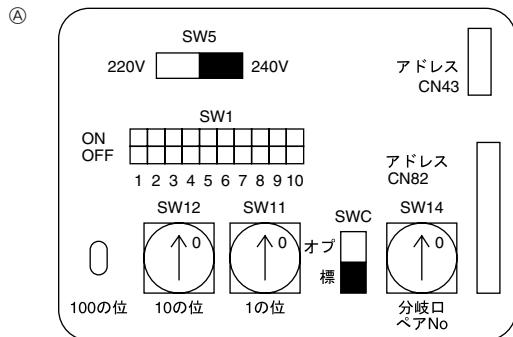

Fig. 7-4
7.3. Configuration des adresses (Fig. 7-4)